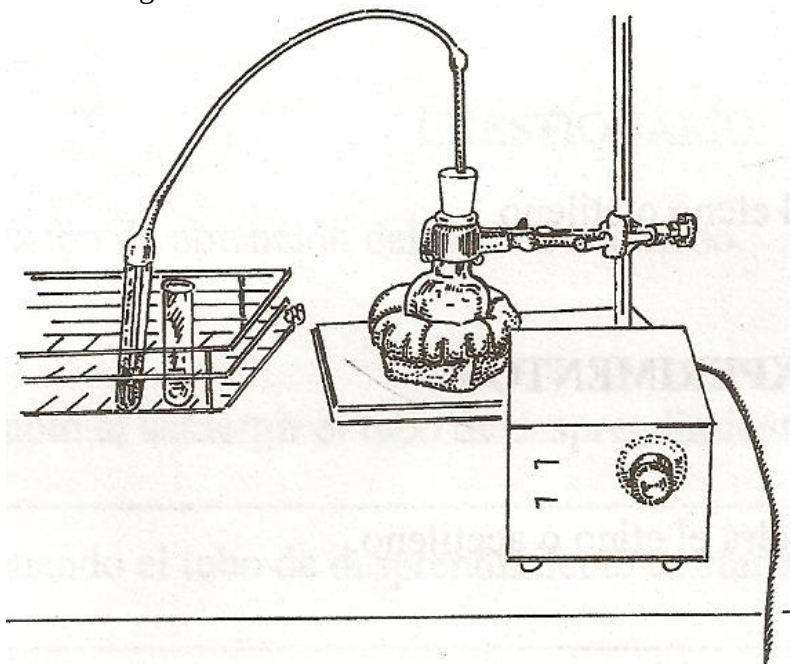

Figura 7.1
- 1.6 Tapar el matraz con un tapón monohoradado, colocando un tubo de desprendimiento, como lo muestra la figura 7.1.